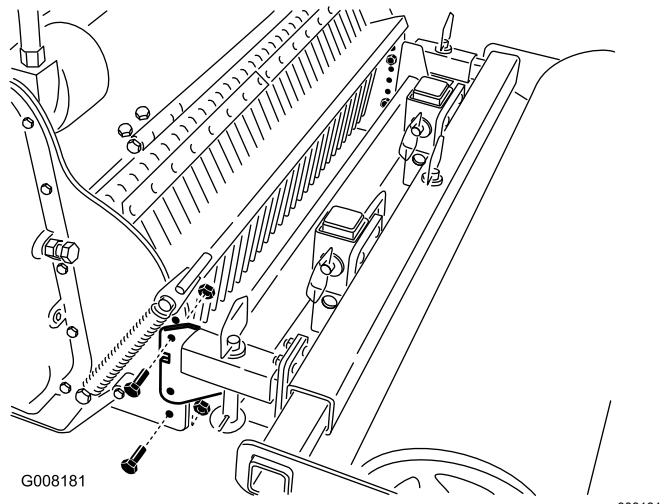

Bild 6
3. Bewegen Sie die Arme auf die Löcher, die der gewünschten Tiefe entsprechen (Bild 6).